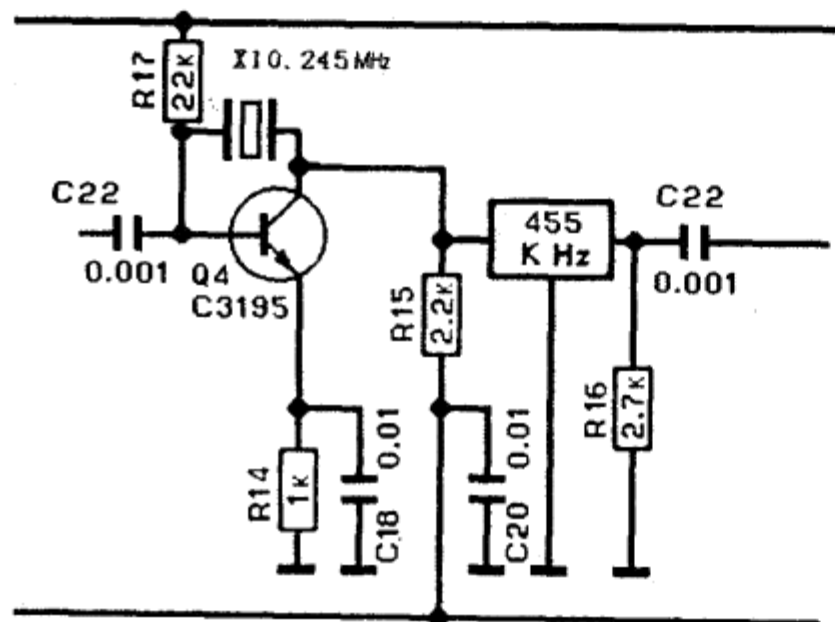

图1
电路原理如图1所示,J1处接上220V的市电,220V的交流电经C5降压、D2~D5桥式整流后,为发光二极管D7、D8提供工作电源,R8是D7、D8的限流电阻,同时由D2~D5整流后的脉动直流电经R6降压限流,C1滤波后为控制电路提供约7V左右的直流电源。静态时第⑥脚的电位由R3、R5分压决定,由文中提供的参数可知,IC1B第⑥脚为低电平,则第④脚为高电平,D1截止,三极管Q1截止,C3经R7充电后为高电平;第⑩、⑪脚为低电平,可控硅Q1无触发电压而截止,D7、D8处于截止状态而不发光。当周围环境有声音时,压电陶瓷片Y1把声音转变成电信号,经IC1A和R1组成的放大器放大后,经C1耦合送至IC1B的第⑥脚,信号正半周时的电压与第⑥脚的静态电压迭加,使第⑥脚变为高电平,此时第④脚的电平高低取决于第⑤脚,白天时,光线较强,D6阻值较小,第⑤脚为低电平,则第④脚为高电平,D1截止,Q1仍截止,A点为高电平,IC1C、IC1D第⑩、⑪脚为低电平,可控硅截止,D7、D8不发光;到晚上时,周围环境光线较暗,D6阻值变大,IC1B第⑤脚变为高电平,此时第④脚为低电平,D1导通,则Q1导通,C3经Q1的E、C极放电,从而使IC1C、IC1D第⑩、⑪脚为高电平,可控硅Q1被触发而导通,D3、D4导通发光,同时C3上的电荷通过D1和第④脚对C2充电,使Q1保持一定的导通时间,保证每次触发使C3的放电程度基本相同,从而使延时的时间与声音的轻重基本没有关系,从而避免了普通延时电路的延时时间长短随声音大小发生变化的弊端。声音过后,IC1B第⑥脚恢复为低电平,第④脚为高电平,D1截止,随后Q1截止,C3经R7充电一段时间后,A点为高电平,则IC1C、IC1D第⑩、⑪脚为低电平,Q1在脉动电源过零点时截止,D7、D8熄灭。
以上VCO'的工作频率虽然满足接收RX第一混频的要求，由于原机10.240MHz的信号同时还是接收RX第二混频的信号源，换成10.245MHz的晶体后使得接收机二混频器的振荡信号频率发生变化，因此必须对有关电路进行修改。方法有二：(1)将原接收机的三端陶瓷滤波器换成型号为L10.7A且色点标记为红色的，然后根据远场电台信号接收效果微调接收机的中周T3、T4、T10、T11。原理就不再叙述，我们只要想一想MJ2701CB的中频IF的频率10.695MHz，为何用10.7MHz的三端滤波器就会明白其中的道理。(2)将接收机的第二混频电路改成变频电路，方法是切断原10.240MHz信号至Q4基极b的连接线，并在Q4基极b与集电极c之间焊接一只10.245MHz的石英晶体，使之变成变频电路，接通CB机的电源用频率计测量三极管Q4的发射极e，此时频率应是10.245MHz，正负误差<100Hz即可，改后的电路如图1所示，其原理及等效电路不再叙述。